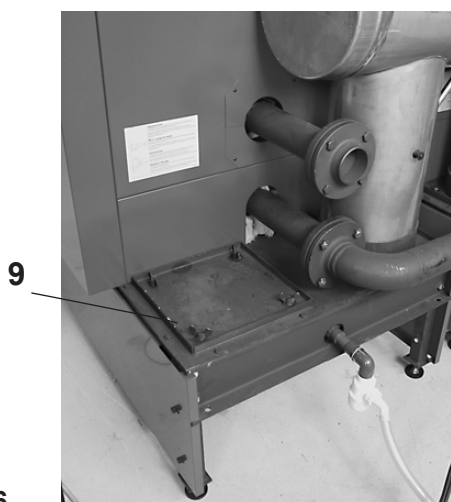

Fig. 36
7. Retirer le couvercle de l'ouverture de nettoyage (9, Fig. 36).